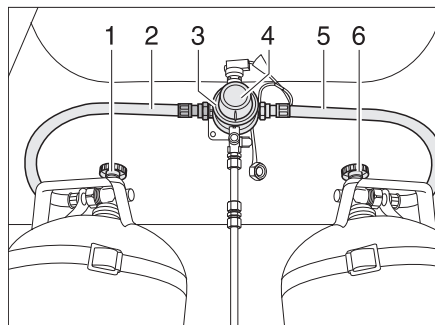
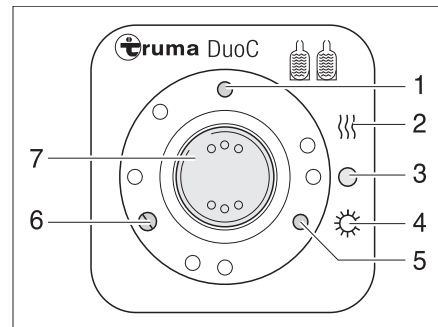

Bild 80 DuoControl-Umschaltanlage
Bild 81 Bedieneinheit
Die DuoControl-Umschaltanlage besteht aus einem Umschaltventil (Bild 80,3) und der Bedieneinheit (Bild 81). Das Umschaltventil ist zwischen den Gasschläuchen (Bild 80,2 und 5) montiert. Mit dem Drehknopf (Bild 80,4) am Umschaltventil kann bestimmt werden, welche der Gasflaschen als Betriebsflasche und welche Gasflasche als Reserveflasche verwendet wird.
An der Bedieneinheit (Bild 81) können nur die elektrischen Funktionen geschaltet werden. Die Haupt-Absperrventile der Gasflaschen (Bild 80,1 und 6) müssen von Hand geöffnet werden.
Das Umschaltventil gewährleistet einen konstanten Gasdruck, unabhängig davon, welche Gasflasche Gas liefert. Die zwei Kontroll-Leuchten an der Bedieneinheit zeigen den Füllstand der Betriebsflasche an. Wenn die grüne Kontroll-Leuchte (Bild 81,6) leuchtet, ist die Betriebsflasche voll. Wenn die rote Kontroll-Leuchte (Bild 81,5) leuchtet, ist die Betriebsflasche leer. Die Gasversorgung erfolgt dann über die Reserveflasche.
- Die Haupt-Absperrventile an den Gasflaschen (Bild 80,1 und 6) öffnen.
- Mit dem Drehknopf (Bild 80,4) am Umschaltventil (Bild 80,3) die Gasflasche wählen, der vorrangig das Gas entnommen werden soll (Betriebsflasche). Den Drehknopf immer bis zum Anschlag drehen.
- An der Bedieneinheit (Bild 81) die DuoControl-Umschaltanlage einschalten. Dazu den Wippschalter (Bild 81,7) auf Winterbetrieb "Ein und Heizen" (Bild 81,2) oder auf Sommerbetrieb "Ein" (Bild 81,4) stellen. Das Umschaltventil ist jetzt entlüftet. Die gelbe Kontroll-Leuchte (Bild 81,1) leuchtet, wenn Winterbetrieb gewählt wird und die Regler-Enteisungsanlage eingeschaltet ist.
- Den Wippschalter (Bild 81,7) auf "O" (Bild 81,3) stellen. Die gelbe Kontroll-Leuchte (Bild 81,1) erlischt.
- Die Haupt-Absperrventile an den Gasflaschen (Bild 80,1 und 6) schließen.
Die Kontroll-Leuchten an der Bedieneinheit (Bild 81,5 und 6) signalisieren im Fahrzeuginneren, ob die Betriebsflasche betriebsbereit ist.
Wenn die grüne Kontroll-Leuchte (Bild 81,6) während des Betriebs erlischt und die rote Kontroll-Leuchte (Bild 81,5) aufleuchtet, ist die als Betriebsflasche gewählte Gasflasche leer und muss gewechselt werden. Die Reserveflasche versorgt die Gasverbraucher weiterhin mit Gas.